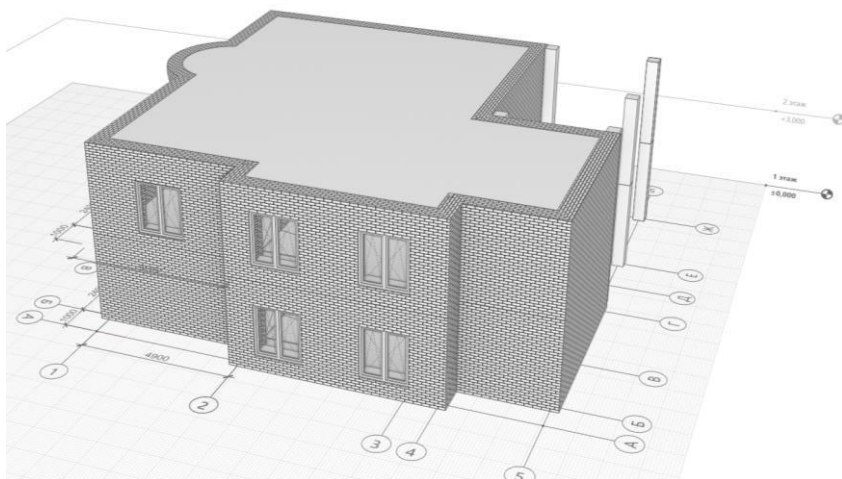

Рис. 7 Построение перекрытия на 2 этаже
2. Выберем инструмент **Перекрытие**, зададим Смещение от уровня - **3000 мм** и построим перекрытие (рис. 7)